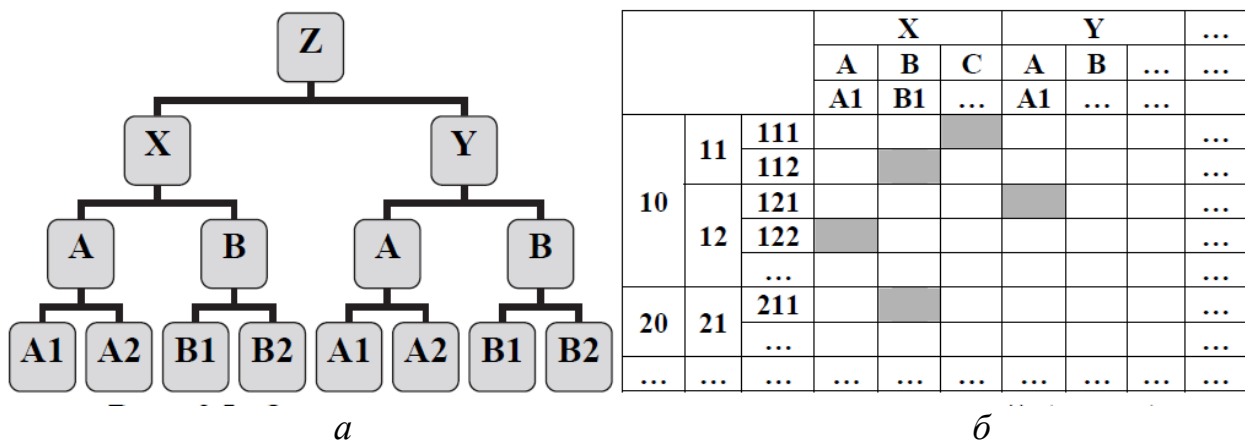

Рис. 3.4. Організаційна структура виконавців (а), матриця відповідальності (б)
II. Для забезпечення ефективного УП необхідно визначити, який виконавець відповідає за конкретний пакет робіт. Для цього розробляють *організаційні структури виконавців*, в яких на верхньому рівні управління перебуває проект-менеджер, а на нижчих рівнях – відділи, які забезпечують виконання окремих функцій проекту або окремі виконавці пакетів робіт (рис. 3.4.а).
*Матриця відповідальності* (рис. 3.4.б) – це модель, покликана об'єднати конкретні пакети робіт проекту з конкретними виконавцями на основі структури робіт та організаційної структури виконавців. Вона є своєрідною формою узгодження, яка розкриває ролі кожного з виконавців у проекті, що дозволяє простежити ступінь їх завантаженості та види відповідальності. У матриці можуть бути відображені не тільки виконавці робіт, але й ті, хто забезпечує їх підтримку, оцінку та приймання робіт.